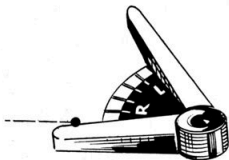

Fig. 12.
4. Inställning av sänkhastigheten. (fig. 12)